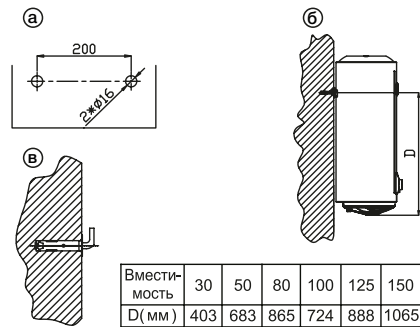

Рис. 2
2. После выбора места монтажа определите места под два крепежных болта с крючками (в зависимости от спецификаций выбранного изделия). Электродрелью просверлите два отверстия в глухой стене диаметром 16 мм на расстоянии 200 мм. Расстояние между отверстиями выдерживать в соответствии с рисунком 2а. При определении высоты отверстий необходимо учесть положение на стене водопроводных соединений, тип водопроводных труб и расстояние от крепления до низа нагревателя (см. рис. 2б).
3. Вставить распорные болты в отверстия и убедиться, что крюк направлен вверх (см. рис. 2в).